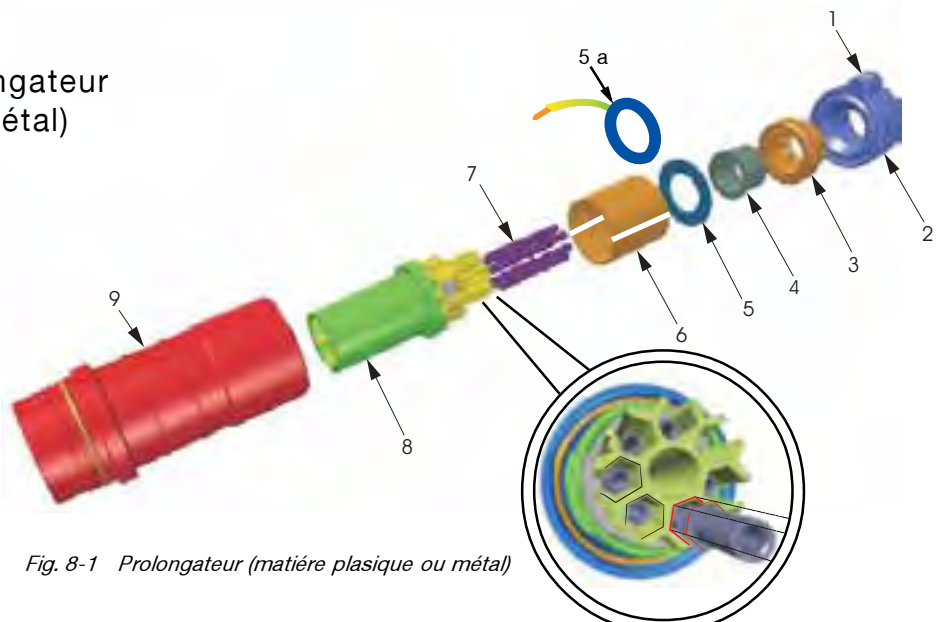

Fig. 8-1 Prolongateur (matière plastique ou métal)
8.1 Ouverture du prolongateur (Fig. 8.1)
- Dévisser la vis d'arrêt (1).
- Dévisser la pièce de pression (2) de la douille de prolongateur (9).
- Extraire par l'avant le bloc de prolongateur (8) de la douille de prolongateur (9).
- Retirer pendant cette opération par l'arrière la décharge de tension (3), le joint (4), la rondelle de pression (5), la douille isolante (6) de la douille de prolongateur (9).
- Monter la bague en couleur comme repère sur la douille de prolongateur (9). (voir chap.22)
- Monter la pièce de pression (2), la décharge de tension (3), le joint (4), la rondelle de pression (5) et la douille isolante (6) sur le câble.
- Le contact femelle de la position 7 a un plus gros diamètre. Pour éviter toute confusion, l'enficher en premier dans son support. Engager tous les contacts emelles (7) jusqu'à l'enclenchement dans le guidage hexagonal du bloc de prolongateur (8) (Fig. 8.1).